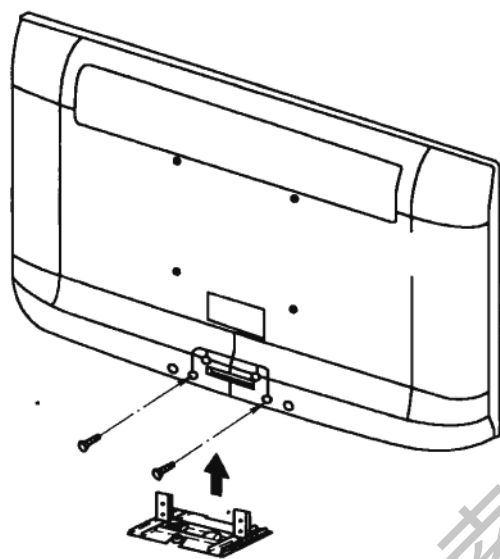

图 5-2 壁式安装
2) 壁式安装：按如图 5-2 所示进行安装。此为壁式安装。